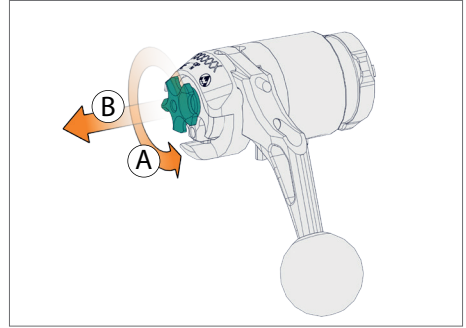

Abb. 10
- Sternschraube herausdrehen und entnehmen (Schritt A und B, siehe Abb.10).